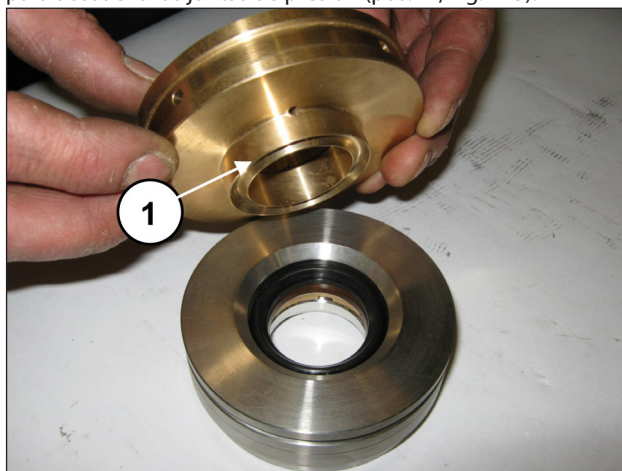
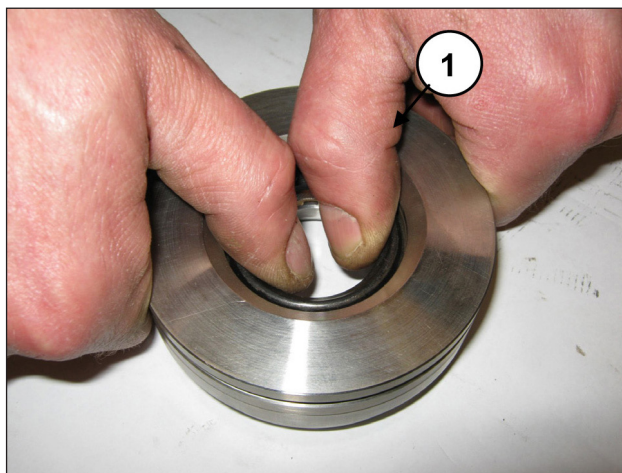

Fig. 174
Fig. 175
Separar el soporte de juntas de la camisa (pos. ①, Fig. 174) para acceder a las juntas de presión (pos. ①, Fig. 175).